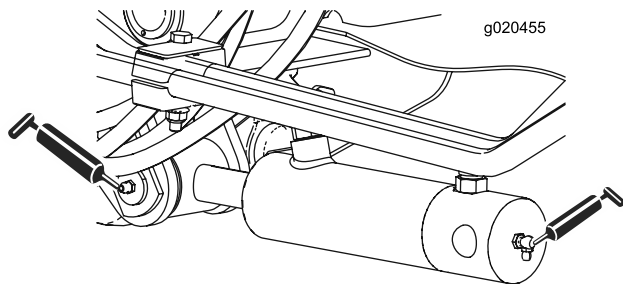

Bild 40
- Hubarmzylinderbüchsen (2) (Bild 40)